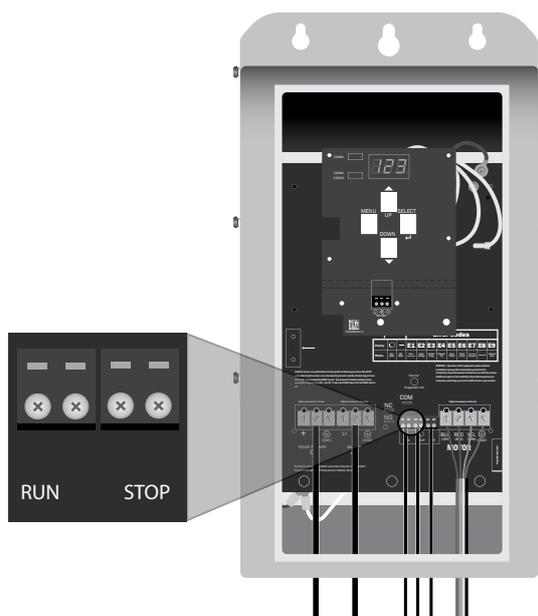

Figura 10: Conexões do cabo do sensor de controle de nível
A unidade de controle foi projetada para utilizar até 2 sensores de nível durante o funcionamento. O parâmetro 1 deverá ser mudado para 2 nos controles do menu (conforme Imagem 1). Quando ambos estão instalados, o sistema começa a bombear e espera para desligar-se até que ambos os sensores sinalizem "OPEN" (abertos). Uma vez que se desliga, a unidade espera para voltar a funcionar até que os dois sensores mostrem "CLOSED" (fechado). Um exemplo de aplicação (Figura 10) é utilizar sensores de nível individuais para indicar níveis de água alto e baixo.
- Conecte os cabos do sensor de nível “RUN” (Executar) ao bloco de terminal identificado como “RUN” (Executar). (Figura 10).